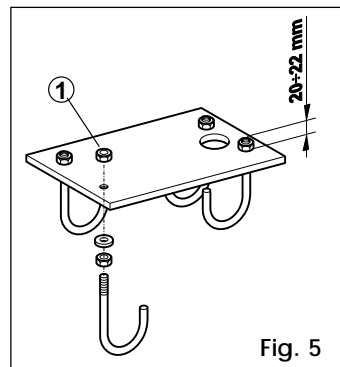
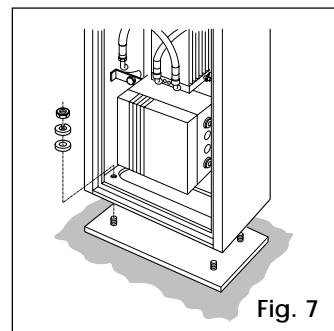

Fig. 5
Fig. 7
- 1) Assemblare la piastra di fondazione come da fig. 5.
- 1) Svitare i 4 dadi rif. 1 di fig 5 e fissare il montante sulla piastra di fondazione come da fig.7. Considerare che lo sportello del montante deve normalmente essere rivolto verso l'interno della proprietà.